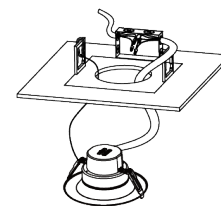

Fig. 4
- Insérer le conduit flexible préinstallé relié au luminaire dans la boîte de jonction et effectuer le câblage conformément au schéma ci-dessus. Refixer le couvercle de la boîte de jonction une fois terminé (Fig. 4).